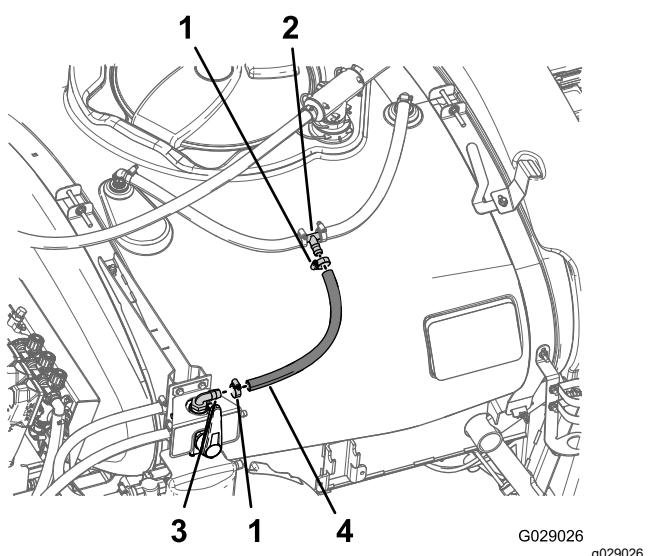

**Figure 45**
1. Branchez un flexible (1,9 x 48,3 cm) sur chacun des raccords à 90° cannelés au niveau des 2 buses de rinçage (Figure 45).
2. Fixez les flexibles sur les raccords à 90° cannelés avec des colliers (Figure 45).
3. Insérez le raccord en T cannelé dans l'extrémité libre de chaque flexible (Figure 45).
4. Placez le raccord en T cannelé de sorte que le côté de la cannelure inférieure soit de niveau avec la cuve du pulvérisateur, puis fixez les flexibles sur le raccord en T avec 2 colliers (Figure 45).